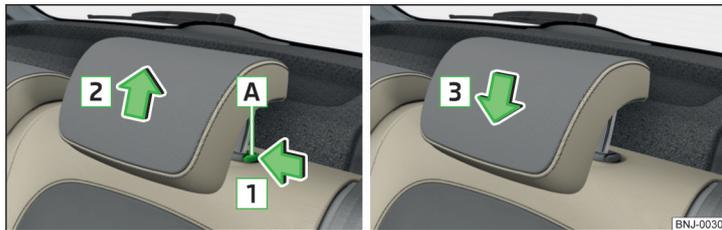

Fig. 60 Retirar/aplicar o apoio de cabeça
- Manter pressionado o botão de segurança **A** no sentido da seta **1**, e remover o apoio no sentido da seta **2** » Fig. 60.